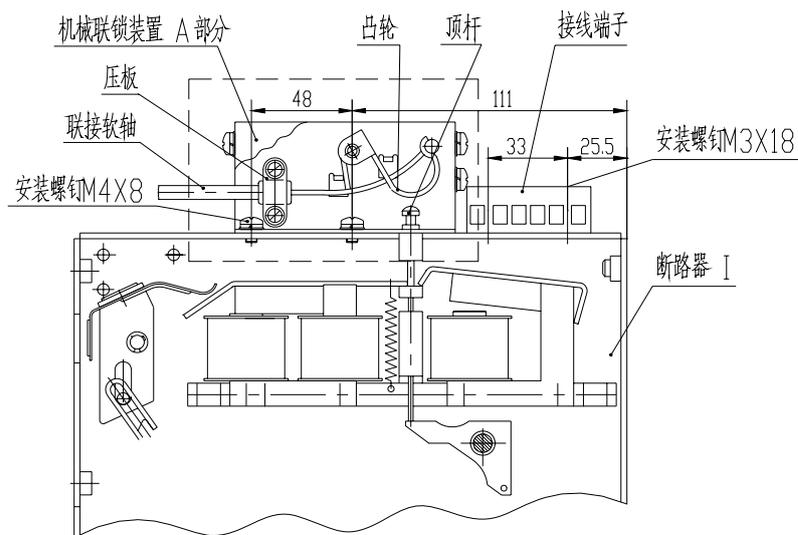

图 1
2.1 安装： 一套机械联锁装置可分为二部分——A、B；A部分主要由凸轮和顶杆组成，装在断路器右侧板顶端，如图1所示。
- 3.2** 加装机械联锁装置后，原接线端子改用 AZ4-1006 型接线端子，用 2 只 M3x18 螺钉加弹垫和平垫，固定在如图 1 所示位置上（除用户自行安装整套联锁装置，一般出厂时已改装好）。